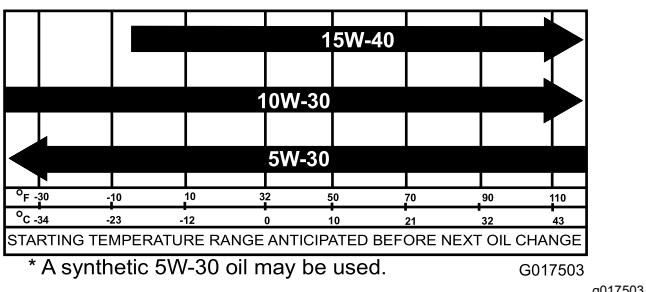

Figura 29
- Llene el cárter con el aceite especificado (Figura 29).